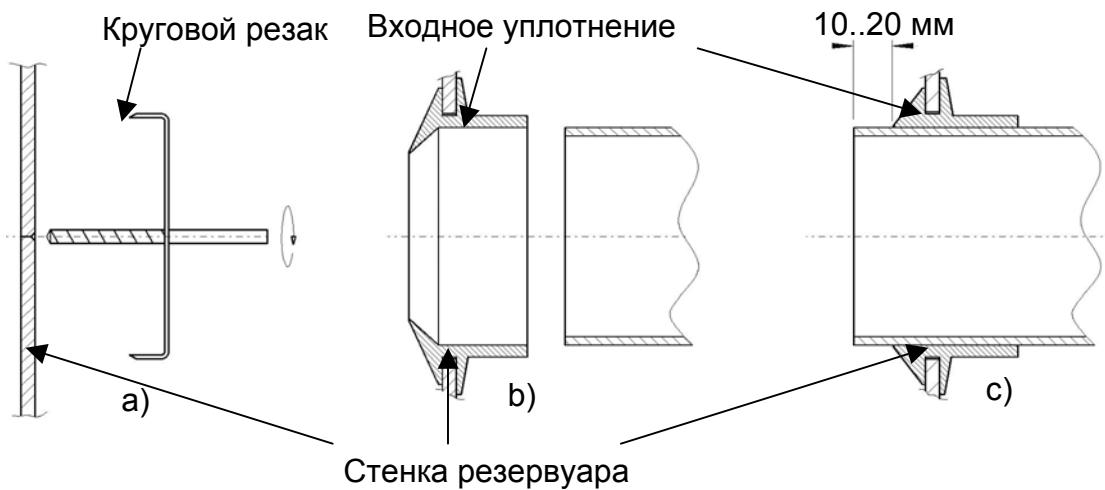

Рис. 8. Присоединение подводящего трубопровода
■ Подсоединение подводящего трубопровода (рис. 8):